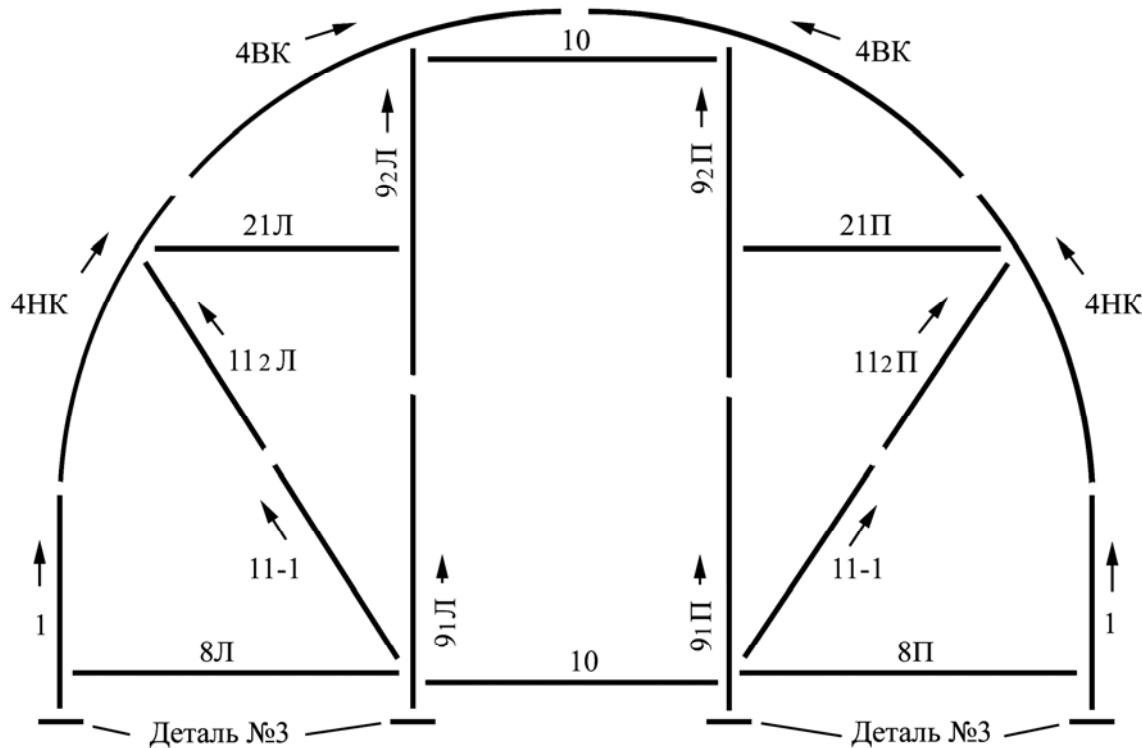

Рис. 17 Расположение деталей торцевой стенки (вид снаружи)
2. Первоначально надо сделать шаблон покрытия. Для этого соберите половину торца из деталей дуг **4ВК**, **4НК** и прямолинейных деталей **№1**, **8Л**, **11-1**, **11-2Л**, **21Л**, **9-1Л**, **9-2Л**, **9-3Л** (расположение деталей показано на рис.17). Для получения шаблона (рис.18) приложите половину торца на панель сотового поликарбоната – край панели строго совмещается с наружными краями деталей **9-1Л**, **9-2Л**. Очертите с припуском 1-2 см по деталям **№1**, **4ВК** и **4НК** и вырежьте шаблон.